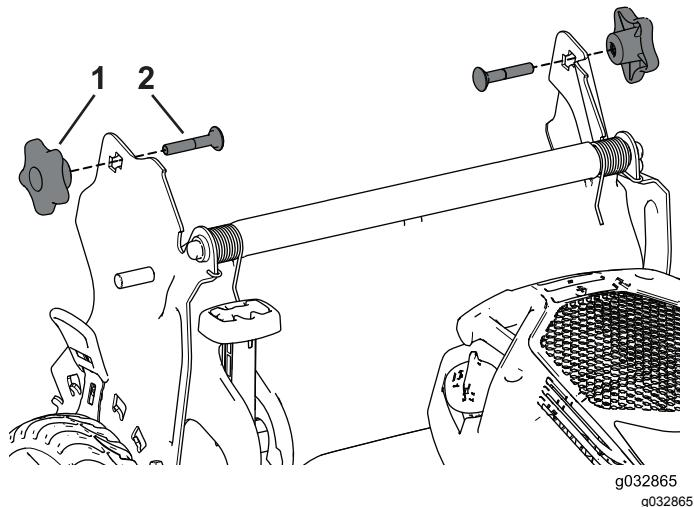

Figura 30
4. Inserite il bullone a testa tonda (con la testa del bullone rivolta verso l'interno) attraverso la staffa della stegola e il foro superiore nell'estremità della stegola. Assicuratevi che i bordi quadrati di ciascun bullone a testa tonda si inseriscano nel foro quadrato superiore o inferiore nella relativa staffa della stegola (Figura 30).